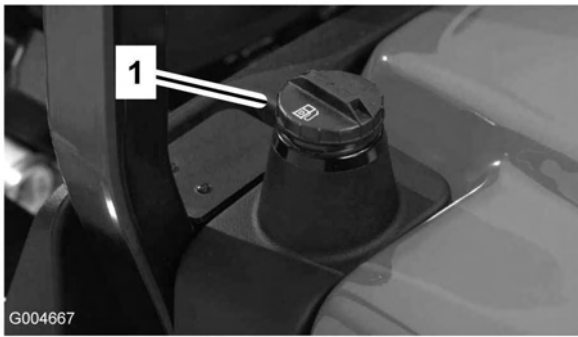

Bild 8
1. Schrauben Sie den Tankdeckel ab (Bild 8).